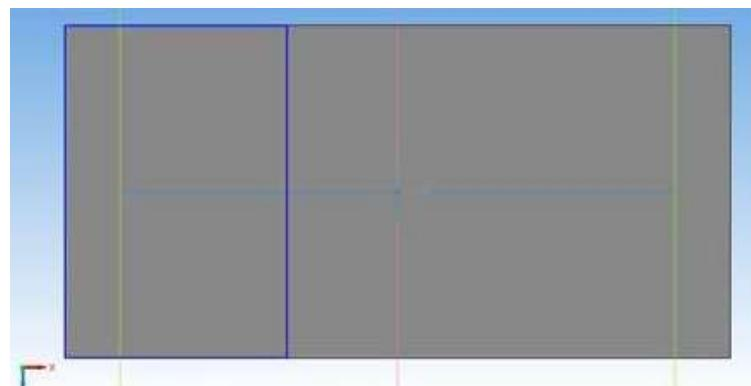
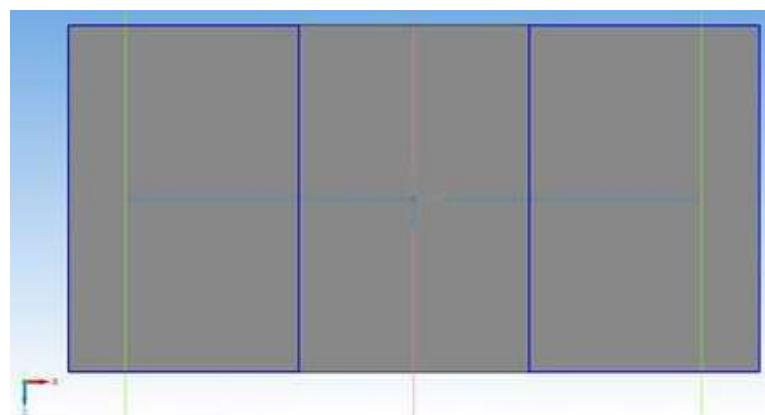

Рисунок 13.12 – Постройение прямоугольников
Рисунок 13.13 – Построение прямоугольников
8. Постройте прямоугольники. Высота - 30мм, ширина - 20мм (рисунок 13.12, рисунок 13.13).